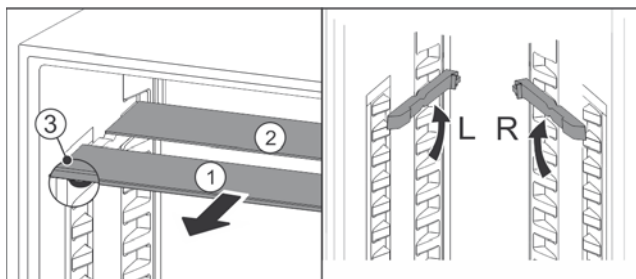

Fig. 85
- По одной извлеките Fig. 85 (1) стеклянные панели движением вперед.
- ▷ Стеклянная панель Fig. 85 (1) с декоративной планкой лежит спереди.
- ▷ Стопоры Fig. 85 (3) показывают вниз.